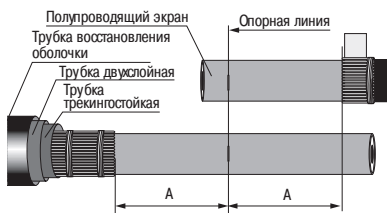

Рисунок 4
4.6 Обмотать поверхность оболочки одного из соединяемых кабелей полиэтиленовой пленкой от упаковки (на рисунке не показана), надеть вложенные друг в друга трубку восстановления оболочки, двухслойную трубку черно-красного цвета, трекинговую трубку красного цвета и сдвинуть вдоль кабеля за проволоки экрана на время монтажа (рисунок 4).